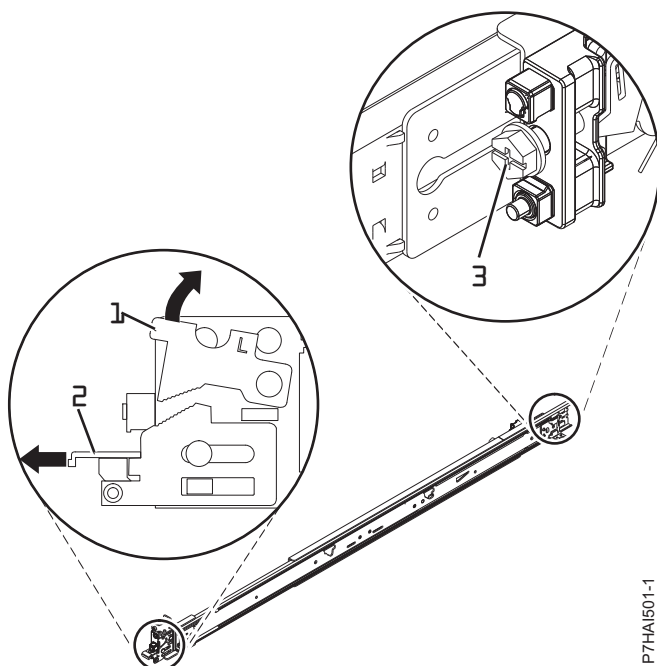

Figura 19. Abrindo a Trava Frontal e Removendo o Parafuso Traseiro
2. Empurre para cima a presilha de travamento **(1)** na parte frontal e retire a trava frontal **(2)** na parte frontal do trilho. Em seguida, remova o parafuso da parte traseira do trilho **(3)**. Para obter detalhes, consulte Figura 19 na página 24.